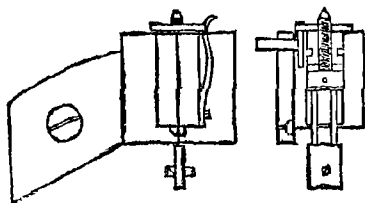

Рис. 213. Подвижной пендельфедер.
- 2) подвес на подвижном пендельфедере (рис. 213), при котором положение точки сгибания пружины остается неизменным.